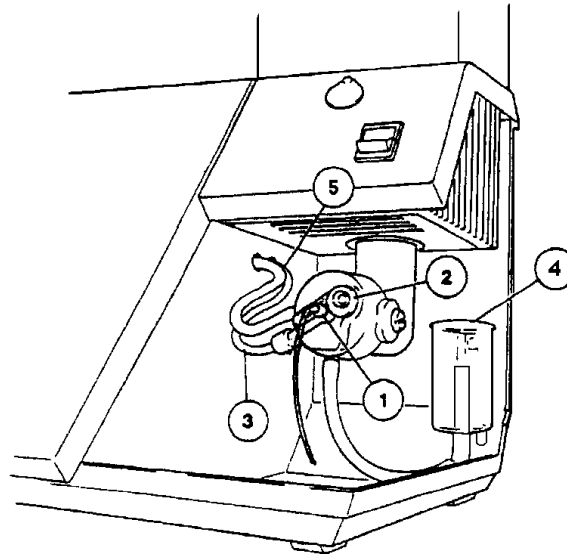

Figure 2.1 믹싱 챔버
3. 뉴블라이저 (420 08 102) 를 박스에서 꺼내어 에어튜브끝부분의 바늘이 있는 연결 장치 에 밀어 넣으세요 (item 3, figure 2.1참조).뉴블라이저 (item 1, figure 2.1)를 믹싱 챔버에 장착하고 리테이너 (item 2, figure 2.1)를 제자리에 위치 해 줍니다. 뉴블라이저 인렛 튜빙 (400 22 003) 을 위치하고 뉴블라이저/ Nebuliser 전면부의 좁은 튜브에 장착합니다.